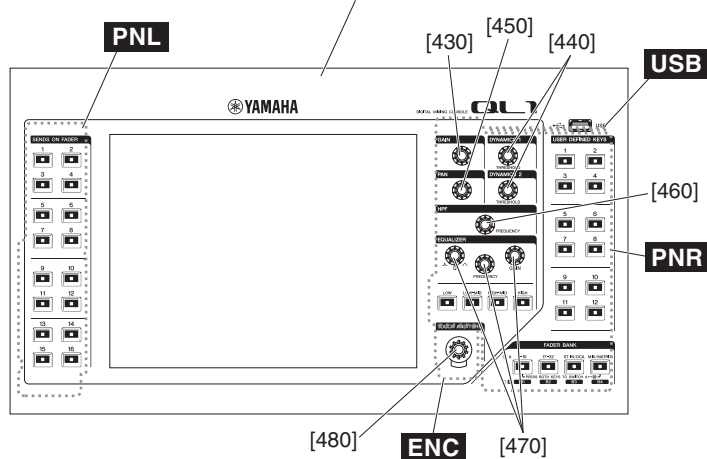

Fig. 11 (図11)
- B-3-3 Remove the five (5) screws marked [210]. The PNL circuit board can then be removed. (Fig. 11)
- B-3-3 [210]のネジ5本を外して、PNLシートを外します。(図11)
- B-4-3 Remove the encorder knob marked [430], the two (2) encorder knobs marked [440], the encorder knob marked [450], the encorder knob marked [460] and the three (3) encorder knobs marked [470] from the control panel side. (Fig. 11)
- B-4-4 Remove the nine (9) screws marked [230]. The PNR circuit board can then be removed. (Fig. 11)
- B-5-3 Remove the T-T knob marked [480] from the control panel side. (Fig. 11)
- B-4-3 コントロールパネル面より、[430] のエンコーダーノブ 1 個、[440] のエンコーダーノブ 2 個、[450] のエンコーダーノブ 1 個、[460] のエンコーダーノブ 1 個、[470] のエンコーダーノブ 3 個を外します。(図 11)
- B-4-4 [230] のネジ 9 本を外して、PNR シートを外します。(図 11)
- B-5-3 コントロールパネル面より、[480] の T-T ノブ 1 個を外します。(図 11)
- B-6-3 Remove the two (2) screws marked [360A]. The USB fixed angle and USB circuit board can then be removed. (Fig. 11)
* **When installing the USB Circuit Board, tighten the screws ①, ② shown in fig. 11 in numerical order.**
- B-6-4 Remove the two (2) screws marked [360B]. The USB circuit board can then be removed. (Fig. 11)
* **When installing the USB fixed angle, tighten the screws A, B shown in fig. 11 in numerical order.**
- B-6-3 [360A] のネジ 2 本を外して、USB 固定金具と USB シートを外します。(図 11)
- ※ USB シートを取り付ける際は、図 11 に示す ①、② の順にネジを締めてください。
- B-6-4 [360B] のネジ 2 本を外して、USB 固定金具を外します。(図 11)
- ※ USB 固定金具を取り付ける際は、図 11 に示す A、B の順にネジを締めてください。